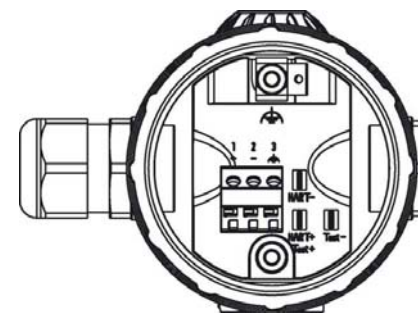

Рисунок 14 - Маркировка кабельного соединителя преобразователя с кабельным вводом
13.5.3 Чтобы подключить кабель к преобразователю, открутите заднюю крышку корпуса (см. рисунок 4). Пользуясь маркировкой кабельного соединителя на плате преобразователя (см. рисунок 14), произведите подключение согласно таблице 13.
Примечание - Преобразователи могут быть заземлены с помощью вывода 3 разъема или через внутренний зажим заземления (см. рисунок 14).